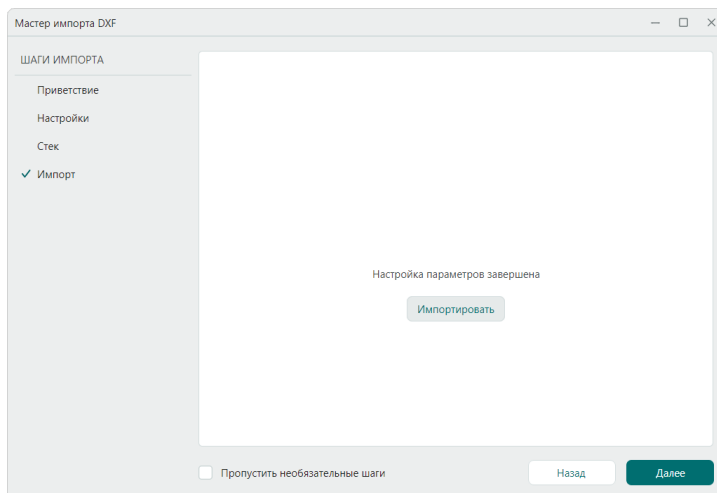

Рис. 68 Запуск импорта
- Для запуска процесса импорта нажмите кнопку «Импортировать», см. Рис. 68.